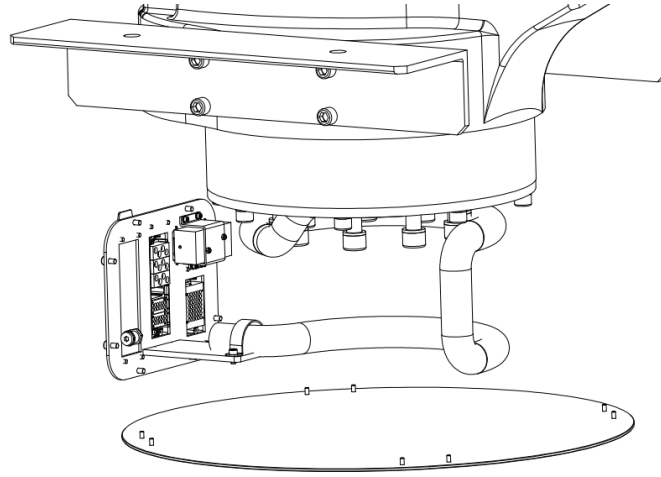

图 10-3-B 底座内部线缆走线示意
- 步骤1.** 拆卸电气安装板，如图 10-3 所示，抽出底座内部线缆。
- 步骤8.** 将线缆装入底座内部，保持图 10-3-B 中 “U” 型。